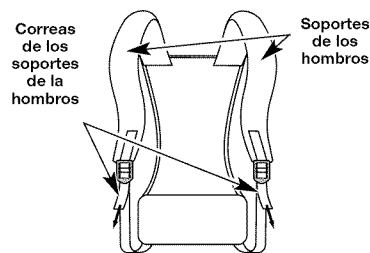

Fig. 12
2. Tire de las correas de hombros hacia abajo para ajustar los soportes de los hombros (Fig. 12).